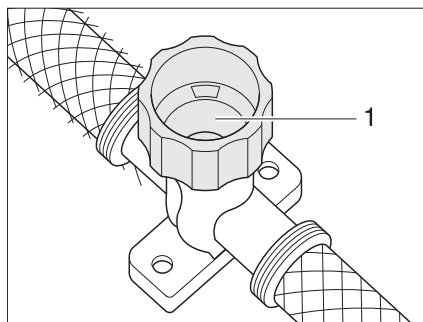

Fig. 128 Robinet de vidange pour Therme
- Fermer le robinet de vidange. Tourner pour cela le capuchon (Fig. 128,1) dans le sens des aiguilles d'une montre.
- Ouvrir le robinet de vidange du Therme. Tourner pour cela le capuchon (Fig. 128,1) dans le sens inverse des aiguilles d'une montre.